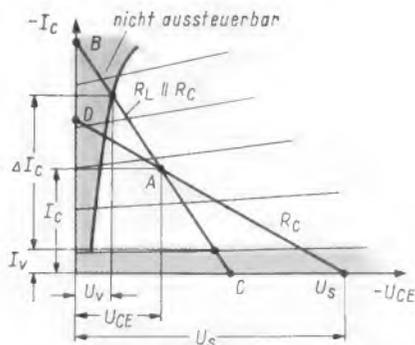

Bild 5. Nicht aussteuerbare Gebiete des Kennlinienfeldes
Die Kontrolle erfolgt durch Eintragung der statischen und dynamischen Widerstandsgeraden in das  $U_{CE}/I_C$ -Kennlinienfeld des Transistors (Bild 5). Zum leichteren Auffinden der Punkte A bis D dienen die folgenden Formeln:
Trägt man die so gewonnene dynamische Arbeitsgerade in das Transistor-Kennlinienfeld ein, so stellt man fest, daß sie Gebiete des Kennlinienfeldes überstreicht, die man nicht aussteuern kann oder will, z. B. wegen des Kollektor-Reststromes oder der Verzerrungen an den Rändern des Diagramms. Bezeichnet man diese nicht aussteuerbaren Teile der Arbeitsgeraden von der Abszisse an gemessen mit  $I_V$  und von der Ordinate aus mit  $U_V$  (Bild 5), so kann man Gleichung (1) genauer formulieren zu: